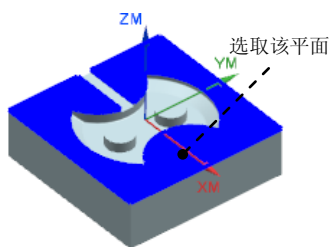

图 21.43 切削区域
Step2. 选取图 21.43 所示的面为切削区域，在“切削区域”对话框中单击按钮，完成切削区域的创建，同时系统返回到“面铣削区域”对话框。